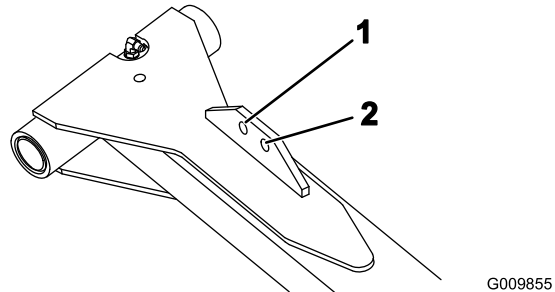

Figura 7
8. Fije el otro extremo de la cadena de elevación al taladro de la pestaña de montaje del brazo de elevación con pasadores de horquilla y chavetas. Utilice el taladro apropiado del brazo de elevación, según se indica en Figura 7.